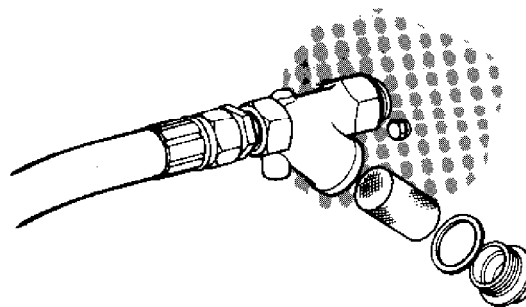

fig. 24
- Assemble directly the filters supplied, at machine water inlets. Ensure water tightness using a suitable product. The filter arrow indicates the direction of water flow (**fig. 24**).
- Montar directamente los filtros suministrados a las entradas de agua de la máquina. Asegurar la estanqueidad mediante algún producto adecuado. La flecha del filtro indica la dirección del paso del agua (**fig. 24**).
- Monter directement les filtres livrés sur les arrivées d'eau de la machine. Il faut assurer l'étanchéité avec un produit approprié. La flèche du filtre indique la direction de l'eau (**fig. 24**).